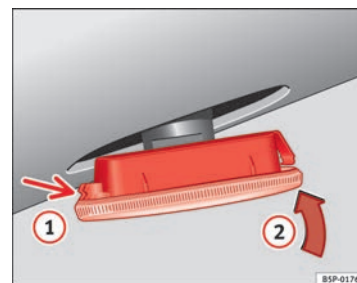

Fig. 164 Intermitentes laterales ►
- Coloque el intermitente en primer lugar en el orificio de la carrocería, encajando las pestañas ① ⇒ fig. 164, y a continuación encaje la lámpara como indica la flecha ② ⇒ fig. 164. ■